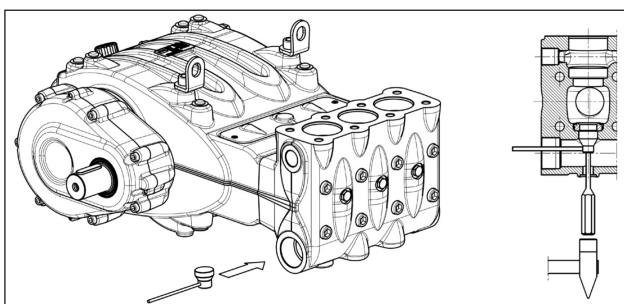

Fig. 102
**Se a extração do grupo da válvula de aspiração resultar particularmente difícil (por ex., para incrustação devido a uma inutilização prolongada da bomba) use a ferramenta do extrator, cód. 27516200 (pos. ①, Fig. 102) e atue conforme indicado.**